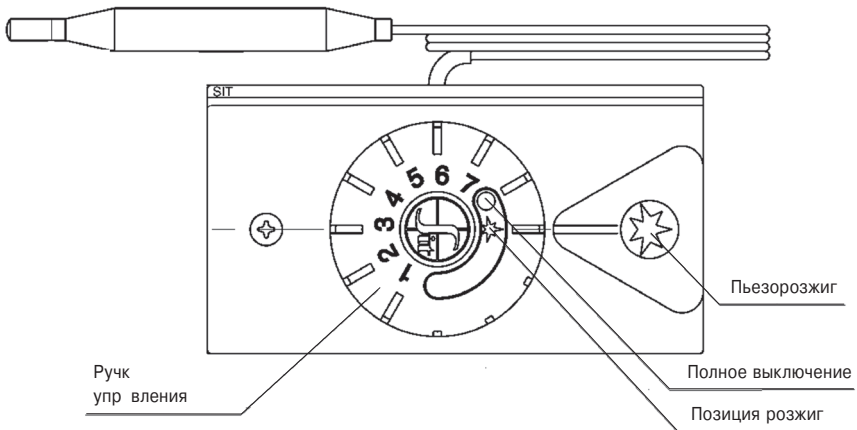

Рис. 5.
**Для котлов мощностью от 7,5 до 20 кВт с газозорелочным устройством на основе итальянской системы «630 EUROSIT» и инжекционной горелки Polidoro. (см. рис. 5)**